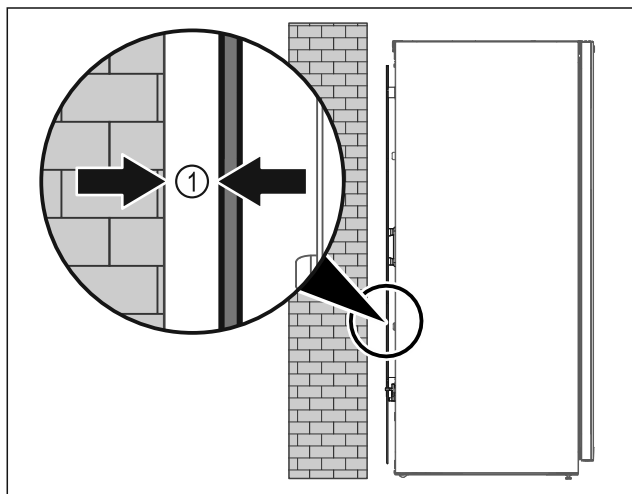

Fig. 4
- ▶ Поставете уреда свободностоящ в помещението или директно на стената на минимално разстояние от 5 mm Fig. 4 (1).